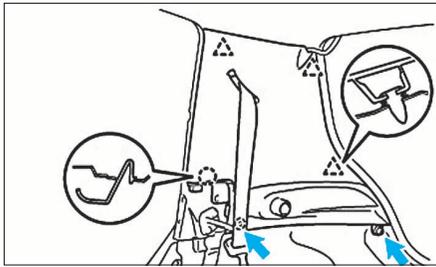

FIG. 119
- Déposer de chaque côté, les garnitures latérales supérieures comme illustré (Fig.119).